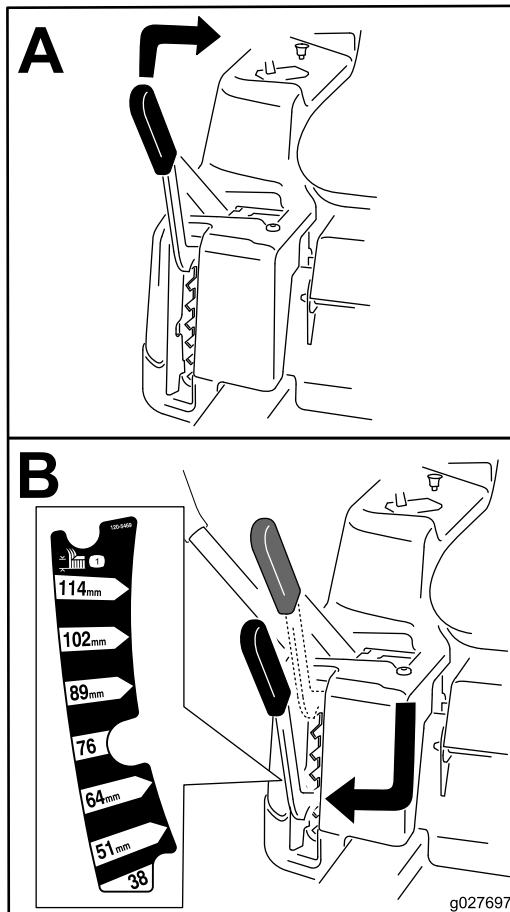

Figure 19
**Remarque:** La position de transport est la hauteur de coupe la plus élevée (115 mm), comme montré à la Figure 19.
La hauteur de coupe est commandée par le levier situé à droite de la position de conduite (Figure 19).